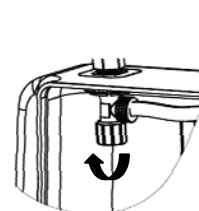

рис.5
6.5 Для демонтажа (установки) наполнительной арматуры необходимо отсоединить гибкую подводку, предварительно перекрыв вентиль (рис.5), от наполнительной арматуры, отщелкнуть замок держателя арматуры поз.8 и потянуть наполнительную арматуру вверх. Вытащить арматуру из бачка. Установка наполнительной арматуры производится в обратной последовательности.